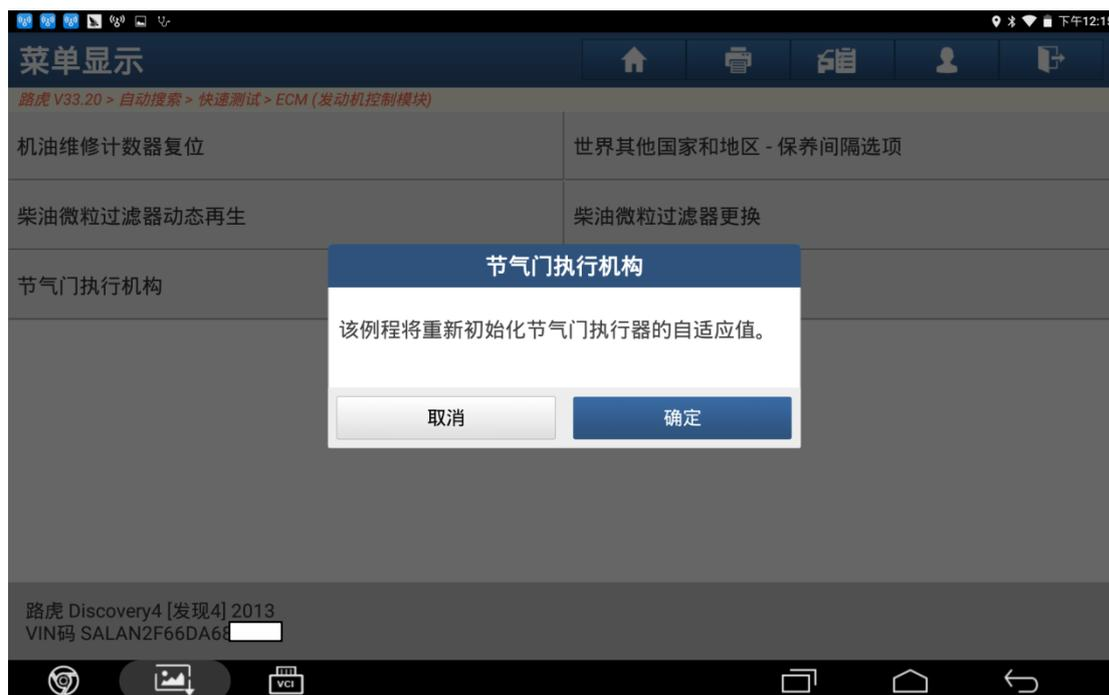

图 4
4). 该例程将重新初始化节气门执行器的自适应值，点击“确定”，如图 4: